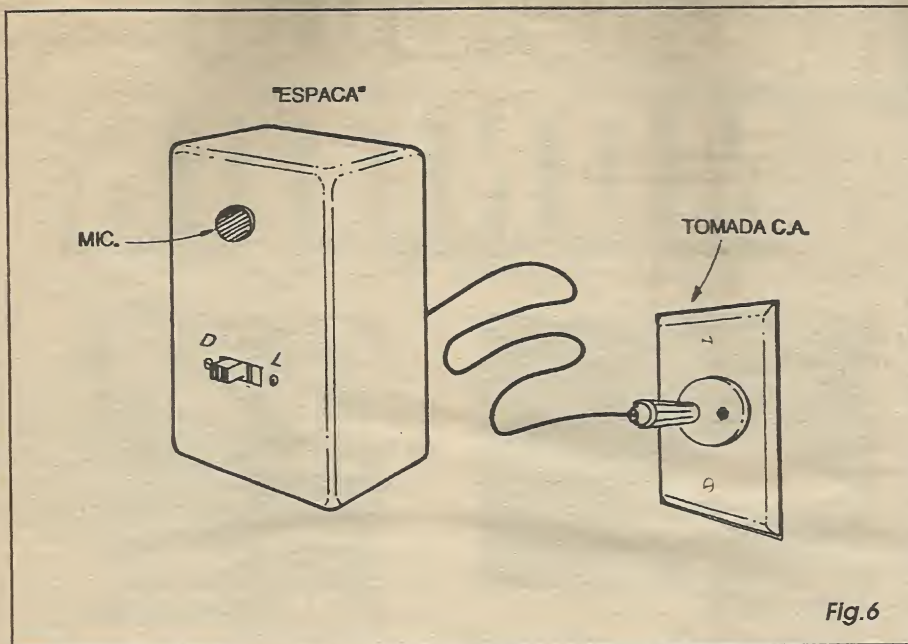

Fig. 6
- FIG. 6 - ACABAMENTO E UTILIZAÇÃO BÁSICA DO ESPACO... - É possível *agasalhar* o circuito numa caixinha elegante e funcional, conforme sugere a figura... Entretanto, é bom não esquecer que podemos enfiar a plaquinha dentro de um outro aparelho ou objeto que normalmente fique no ambiente a ser monitorado... Algumas opções lógicas são: dentro de um *abajur*, dentro de uma caixa acústica, no interior de um armário ou atrás de uma estante, desde que (e isso é requisito importante...) exista uma tomada de C.A. próxima para ligação do plugue de saída dos sinais do ESPACO... Com um mínimo de raciocínio *de pra* perceber que fica fácil *camuflar* a instalação, no caso do *esconderijo* do dispositivo já ser algo que normalmente deve ficar ligado a uma tomada (como é o caso de um *abajur*, por exemplo...), quando então poderá ser aproveitada a conexão normal do dito aparelho à C.A. para também conduzir os sinais do ESPACO... Se a placa ficar escondida, com o microfone dentro de uma caixa acústica, e bem não esquecer que quando o dito aparelho estiver sendo efetivamente usado para ouvir música, ficará praticamente impossível captar com clareza qualquer coisa do ambiente, o